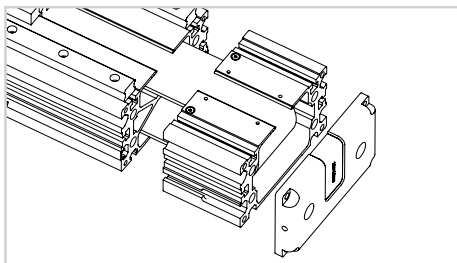

Fig. 12
- 13) Separare la testata folle dal profilo e rimuovere la puleggia (Fig.12).